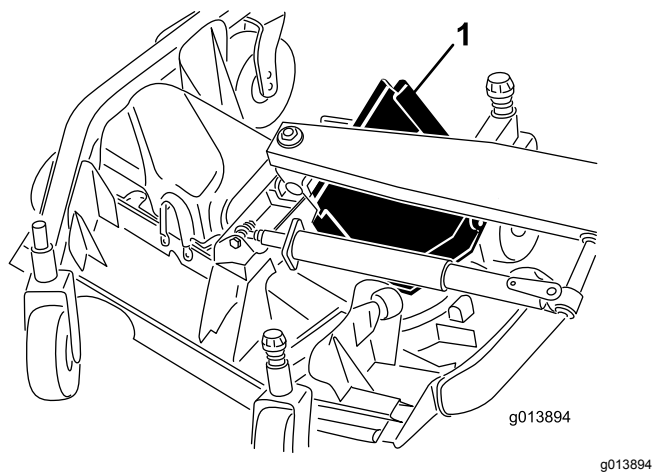

Figura 85
6. Sollevate il bordo anteriore e guidatelo tra il braccio di sollevamento e il rullo per rimuoverlo (Figura 85).